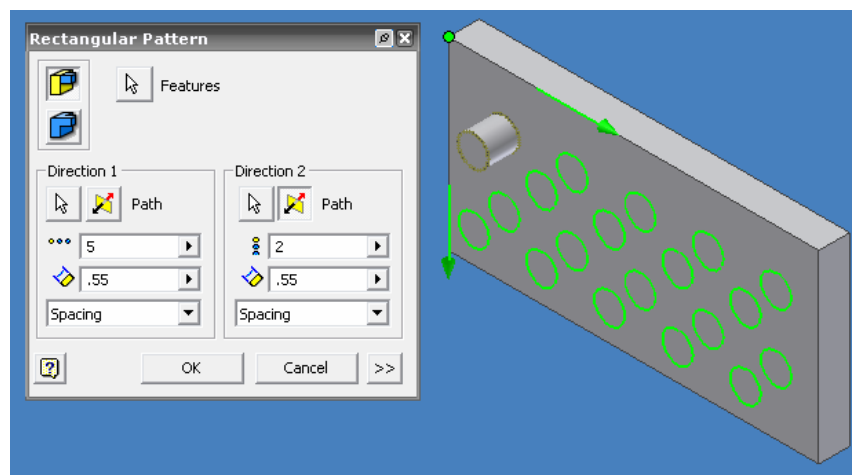

Figura 3.79 Ventana grafica del comando RECTANGULAR PATTERN, ROW.
- Seleccione la pestaña DIRECTION 2 (dirección 2) y modifique los valores de ROW COUNT (numero de elementos en la fila) y ROW SPACING (espaciamiento en la fila), de tal forma que genere un patrón simétrico y seleccione un segundo eje, figura 3.79.